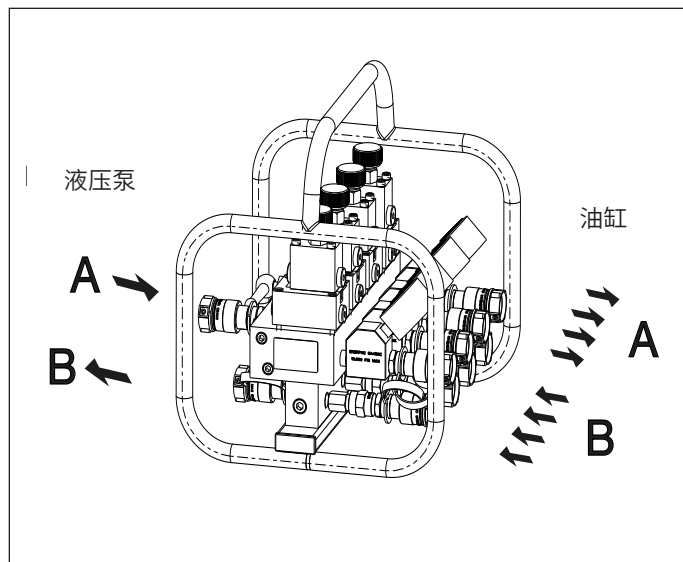

图 3, SFM42 油路块的连接方案
请参见图 3。
- 伸出液压缸: 调节每个流量控制阀的调节旋钮调, 达到各自出口所需的流量。比油缸的工作压力大 1,500 - 2,900 psi [100 - 200 bar] 设置主液压泵上的泄压阀。操作液压泵和方向阀, 是液压油流以受控速度从液压泵流向分流油路块的入口 “P”。确保在此操作之前, 已将下降动作阀门手动顺时针关闭。油流将会从出口 “A” 流向液压缸的大室, 以将液压缸杆推出 (见图 3)。油流将通过 B 口返回油箱。